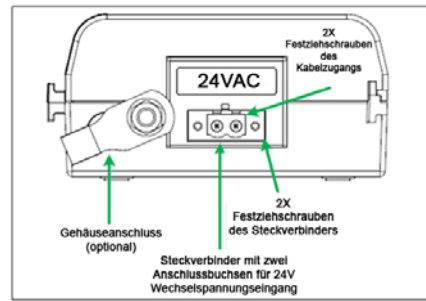

Abbildung 2: PoE Midspan Leistungssteckverbinder
- Ziehen Sie die 2 Steckverbinderschrauben fest (siehe Abbildung 2).
- Verbinden Sie den Einspeise – Steckverbinder des PoE – Midspans mit den Kabeln aus verzinnter Kupferlitze mit einem Leiterquerschnitt von 12 AWG für jede Anschlussbuchse oder 2 x 16 AWG für jede Anschlussbuchse (ausgelegt auf mindestens 6 Ampere) und ziehen dann die 2 Kabelzugangsschrauben fest (siehe Abbildung 2).